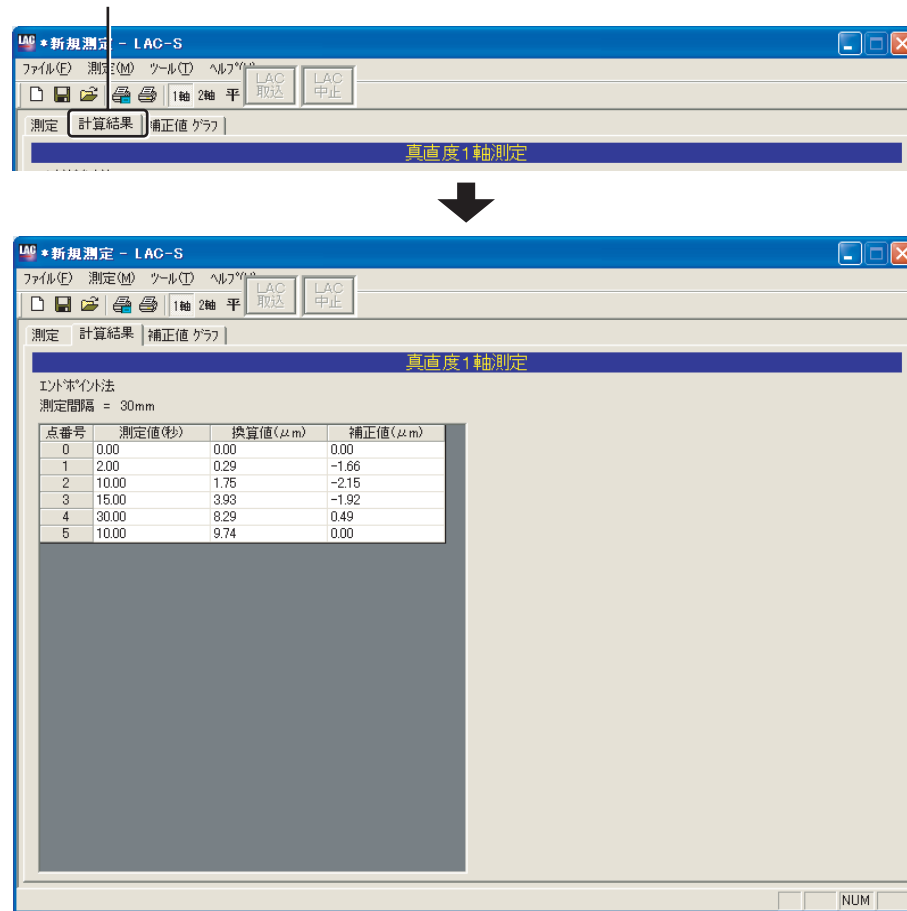

図5-3-11
5.3.2で行った「計算結果」を表示します。真直度1軸測定画面の[測定結果]タブをクリックすると「計算結果」が表示されます(図5-3-11)。